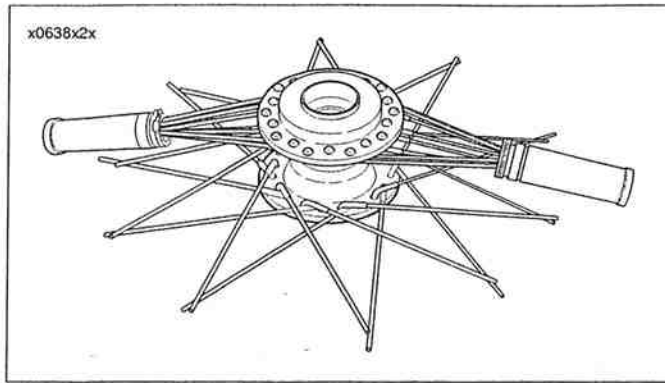

Figura 2-46. Agrupación de los rayos superiores en manojos
6. Vea la Figura 2-46. Una vez insertados los cuarenta rayos en la maza, agrupe en dos manojos los cuarenta rayos del reborde superior. Sujete cada grupo con las empuñaduras del acelerador, para mantener los rayos juntos.